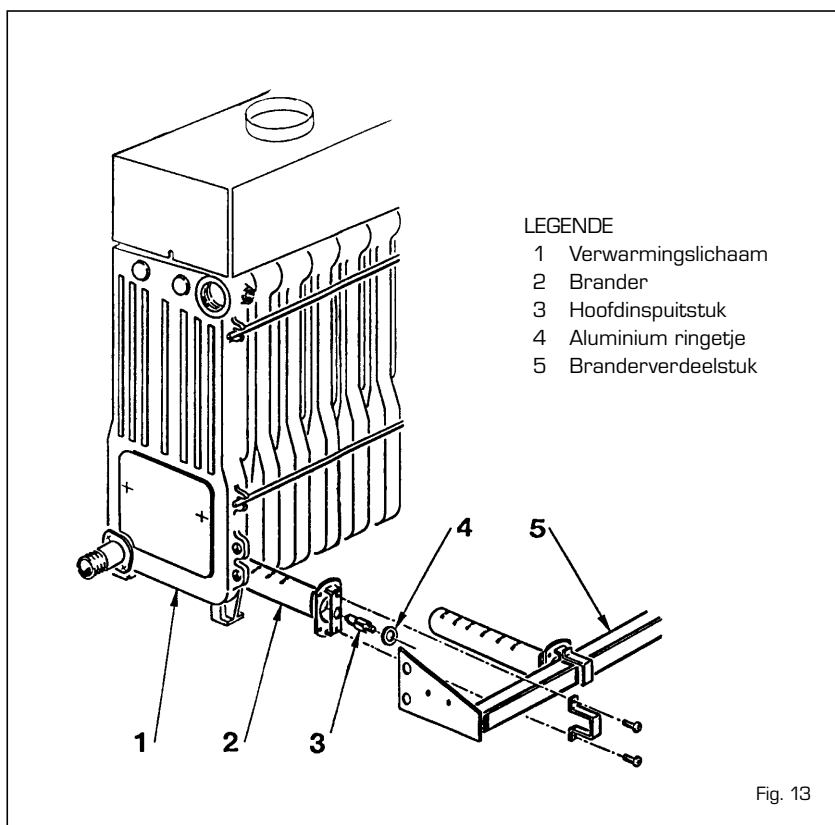

Fig. 13
- Haal de brander van het inspuiter- deelstuk af en richt een straal lucht op de binnenkant van de branders zodat eventueel stof dat zich opeen- gehoopt heeft eruit geblazen kan worden. Verzekert u ervan dat de bovenkant van de branders met gaatjes vrij is van aanslag (fig. 13).